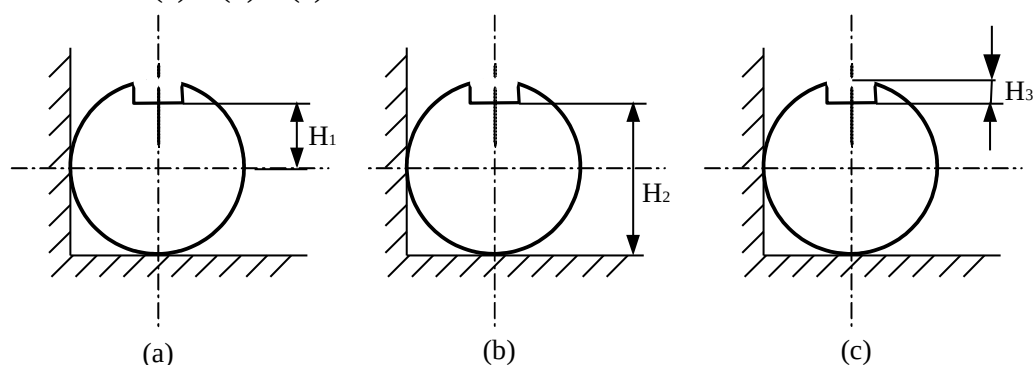

图 1
1. 在轴上铣一个键槽，设计尺寸有三种标注方法（如图 1 所示），轴的外圆尺寸为 $D \pm \delta$ ，求(a)，(b)，(c)三种情况下的定位误差分别为多少？